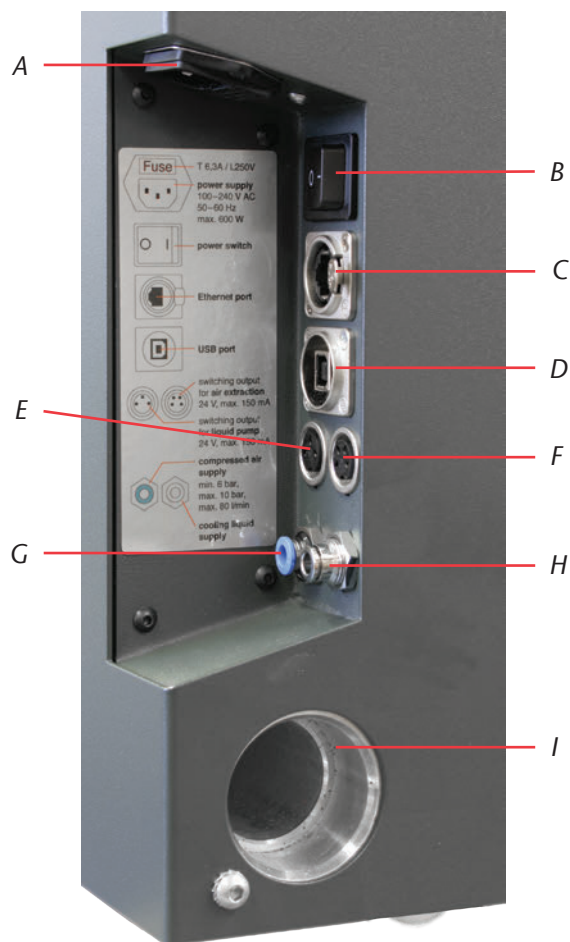

FIGURE 3 : PANNEAU DE RACCORDEMENT IMPRESSION MODÈLES S
Utilisez exclusivement le câble vhf d'origine pour le raccordement aux deux sorties de commande (Cf. Figure 3). Si vous devez utiliser un autre câble USB, veillez à ce que sa longueur n'excède pas 3 mètres !
Le tuyau d'air comprimé (tuyau bleu) doit être enfiché dans le raccord **bleu** (à gauche sous le panneau de raccordement, Cf. Figure 3). Il ne doit **pas** être enfiché dans le raccord en métal précieux, car sans air comprimé la machine ne démarre pas !
- M2.** Raccordez le dispositif de commutation optionnel à la sortie de commande de l'aspirateur externe (Cf. Figure 3 en page 19).